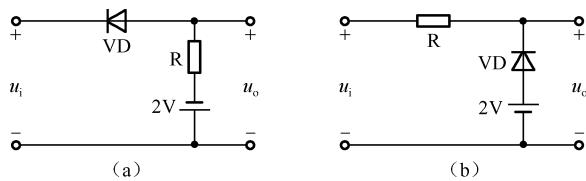

图 1-29 计算题第 2 题
2. 二极管限幅电路如图 1-29 所示, 将二极管等效为理想模型, 若  $u_i = 5\sin(\omega t)V$ , 试画出  $u_o$  的波形。